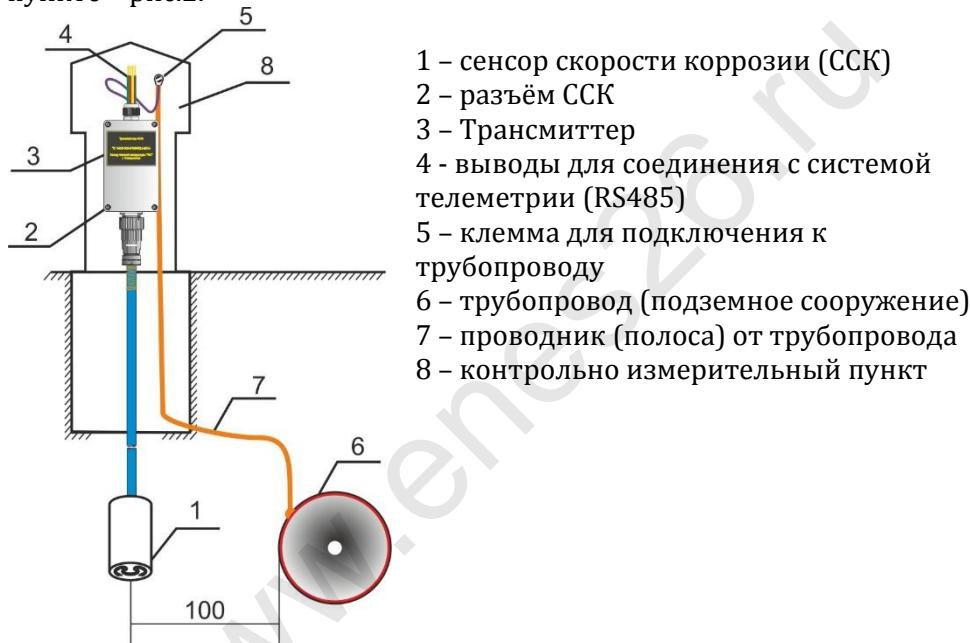

Рис. 2
7.1 Трансмиттер предназначен для размещения в закрытых помещениях (объемах) с естественной вентиляцией без искусственно регулируемых климатических условий, где колебания температуры и влажности воздуха и воздействие песка и пыли существенно меньше, чем на открытом воздухе, (категория размещения 3 по ГОСТ 15150-69). Рекомендуется размещать Трансмиттер в контрольно-измерительном пункте – рис.2.